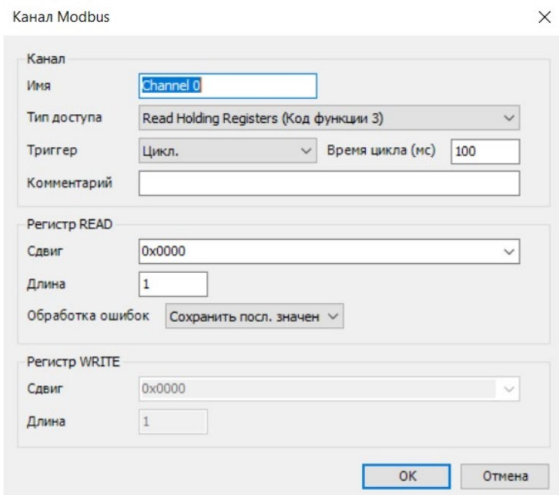

Рис.20 Добавление каналов чтения/записи регистров узла.
4. После добавления узлов Пользователю необходимо настроить каждый из них. В дереве проекта двойным щелчком по объекту "Modbus\_TCP\_Slave\_(Modbus TCP Slave)" необходимо открыть вкладку "Общее" и установить параметры работы узла: IP-адрес, порт и таймаут ответа. Затем во вкладках "Канал Modbus Slave" и "Modbus Slave Init" требуется добавить необходимые каналы чтения/записи регистров узла (Рис.20).